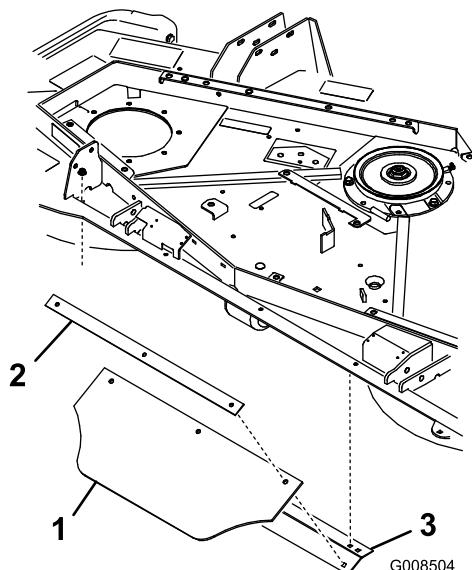

図 14
12. 中央フラップ、中央ストラップ、および中央アングルは、組み付け済みである（図 14）。
13. アセンブリを、刈り込みデッキの後部に取り付ける； $5/16 \times 3/4$ インチのキャリッジボルト 2 本とフランジナットを使用する（図 14）。